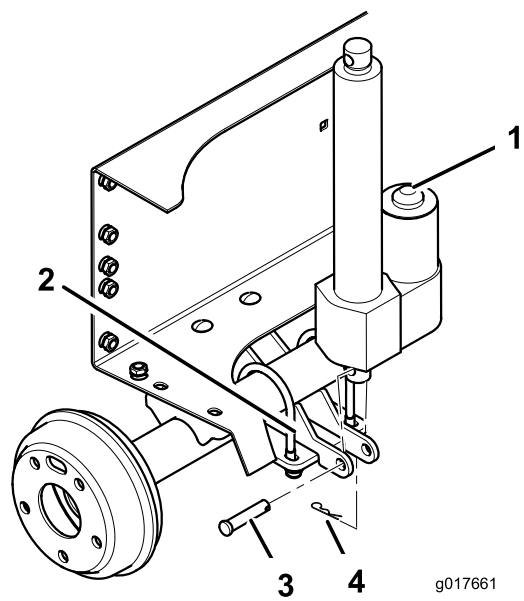

図 11
- クレビスピンとヘアピンコッターで、昇降アクチュエータの下端を昇降シリンダのサポートに取り付ける。各コンポーネントは 図 11 のように配置する。